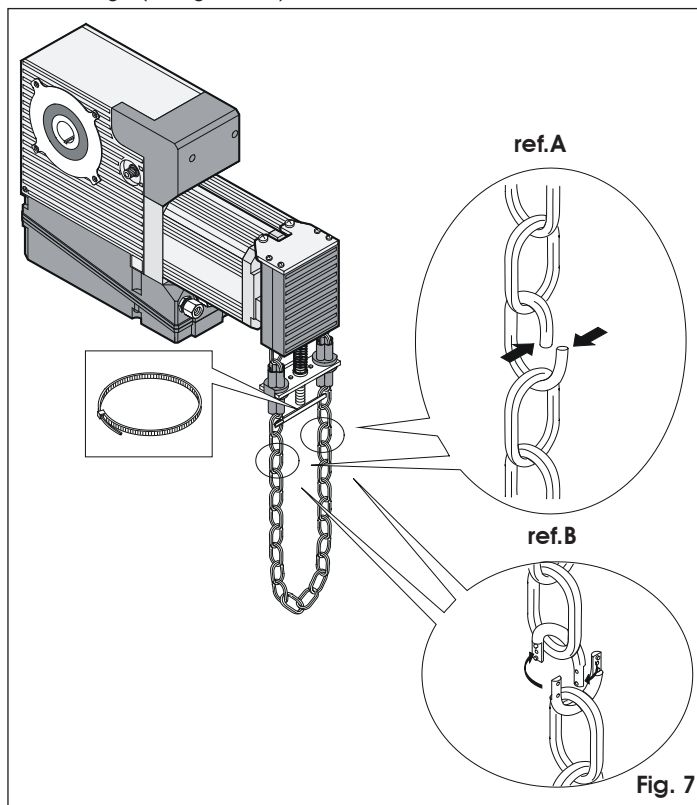
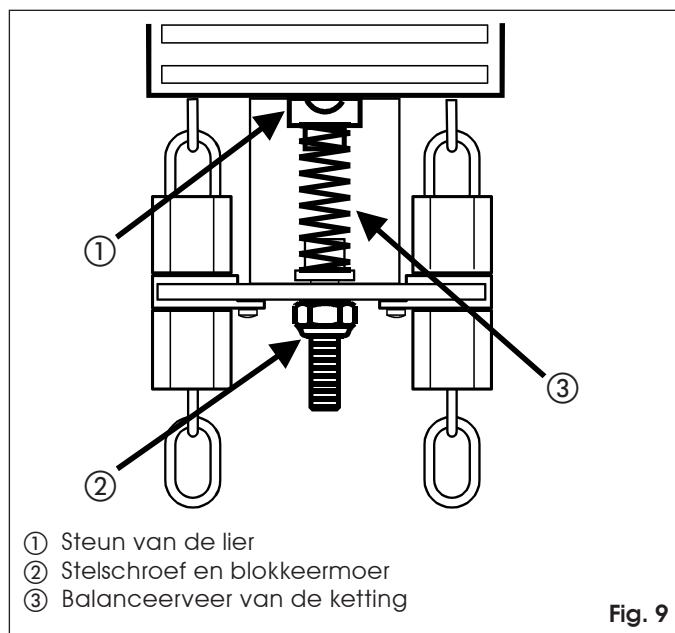

Fig. 7
Fig. 9
Als het bouwpakket met het verlengstuk van de ketting wordt gebruikt, moet de balanceerveer (fig. 9, ref. 3) worden vervangen door de veer die in het pakket zit. Als er plastic verbindingen worden gebruikt, wordt aanbevolen deze aan elkaar te lijmen tijdens de assemblage (zie fig.7 ref. B).